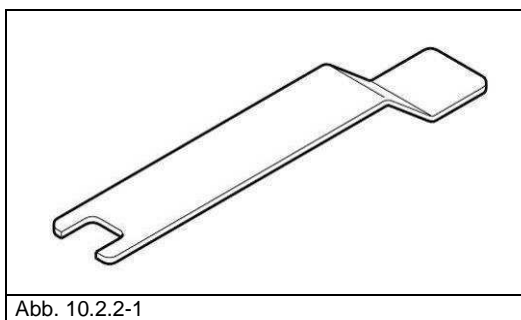

Abb. 10.2.2-1
2. Den (mitgelieferten, Abb 10.2.2-1) Stellhebel fassen und zwischen das Sichtfenster und das Türgehäuse stecken (Abb. 10.2.2-2). So vorgehen, dass das Endstück des Hebels zwischen der Mutter und der Mitte des Sichtfensters steckt.
3. Den Stellbolzen um 1/8 Umdrehung gegen den Uhrzeigersinn drehen und auf das Sichtfenster schauen (zum Schließen) (Abb. 10.2.2-3).